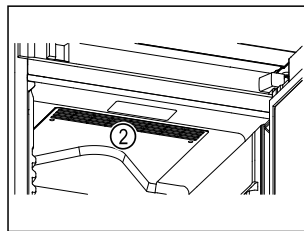

Fig. 68
- Lüftungsschlitze Fig. 68 (2) des Umluftgebläses im Innenraum freihalten.